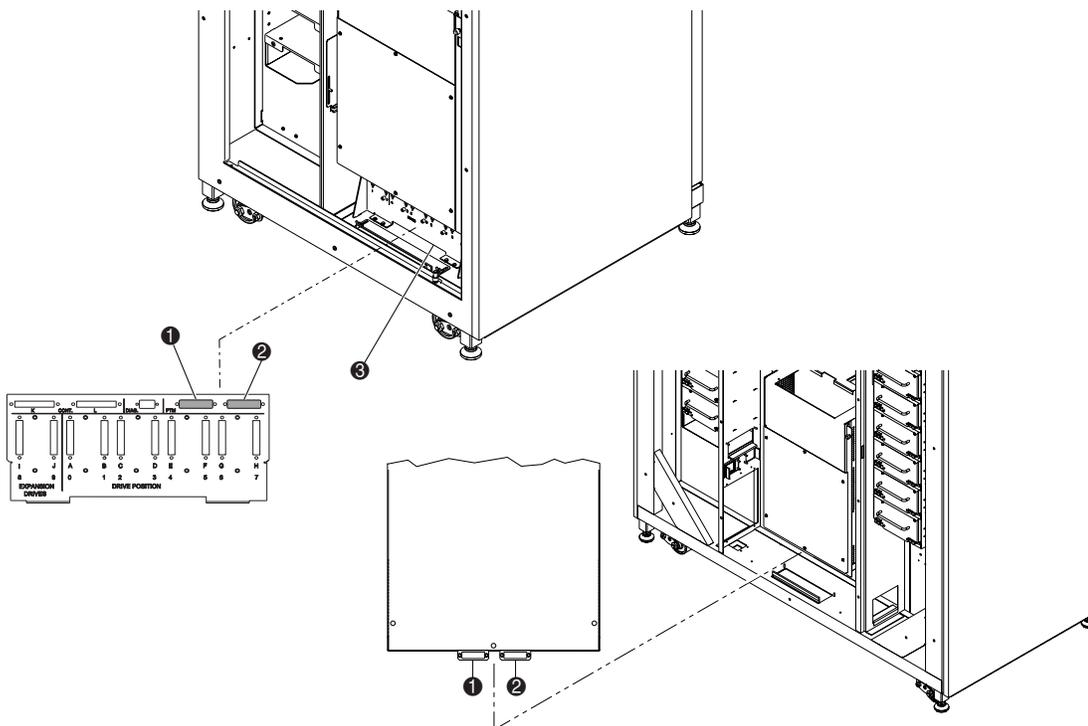

Figura 2-19. Posizione dei connettori del meccanismo PTM
2. Individuare i connettori QSPI sulla parte inferiore dello chassis PCI (vedere la Figura 2-19).